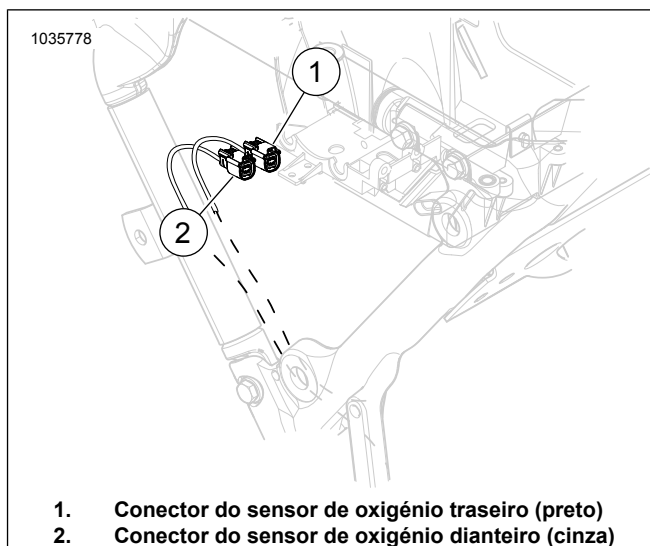

Figura 10. Localização do sensor de oxigénio dianteiro e traseiro
Ver Figura 10. Desligar os conectores do sensor de oxigénio dianteiro (2) e traseiro (1).